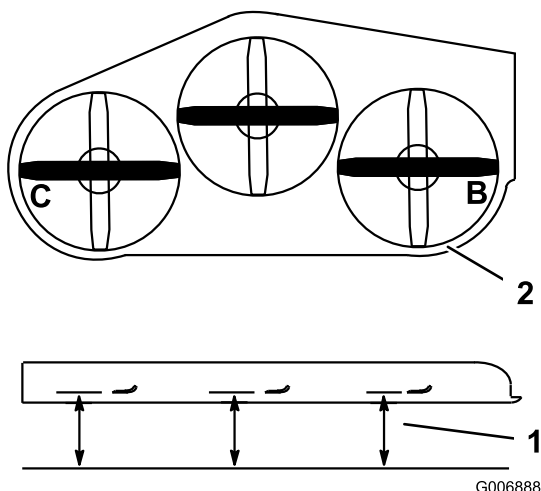

Figura 82
3. Disponete le lame in posizione laterale rispetto alla macchina. Misurate ai punti **B** e **C** da una superficie piana fino al tagliente della punta della lama (Figura 82).